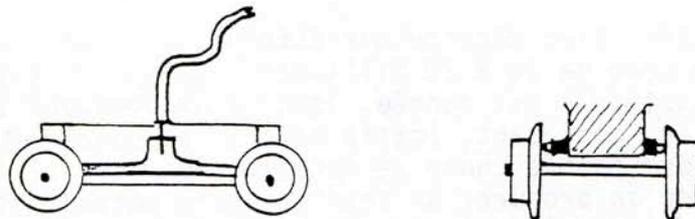

FIG.1.
a) Lamelles de contacts sur les dos des roues (fig 1)
Pratiquement (résumé figure 1) tous les signaux de 1^o catégorie assurent le rôle de signaux d'avis pour le signal suivant de 1^o catégorie.